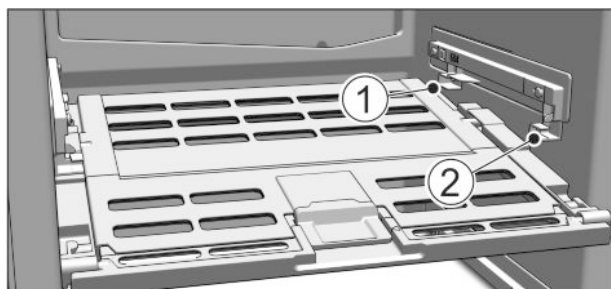

Fig. 43
▶ Introduceți capacul Fructe & legume mereu proaspete: Introduceți de jos ghidajele capacului în suportul de sprijin din spate Fig. 43 (1) și cuplați-le în față în suportul de sprijin Fig. 43 (2).